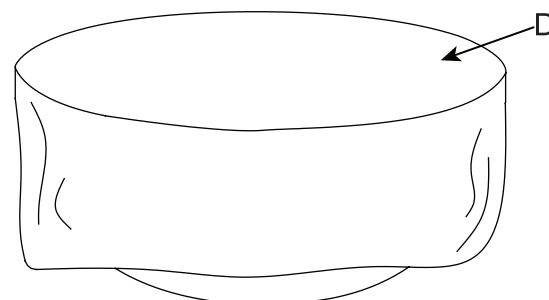

Figure 5
6. Kui tulease on täielikult jahtunud, katke see ilmastikukindla kattega (D) (vt Figure 5).